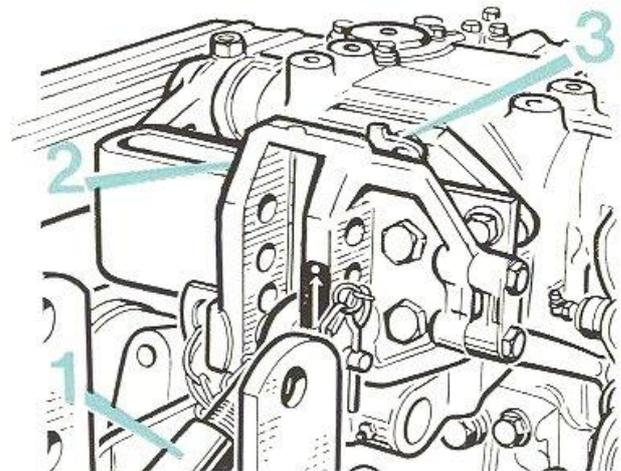

FIG. 45
Le bras de poussée (1) fig. 45 est broché dans le trou inférieur du support mobile (2) et le coin (3) est engagé entre le support mobile et la butée du bloc de relevage. Cette précaution est également à respecter pour le transport sur route qui doit s'effectuer **obligatoirement en position contrôlée.**